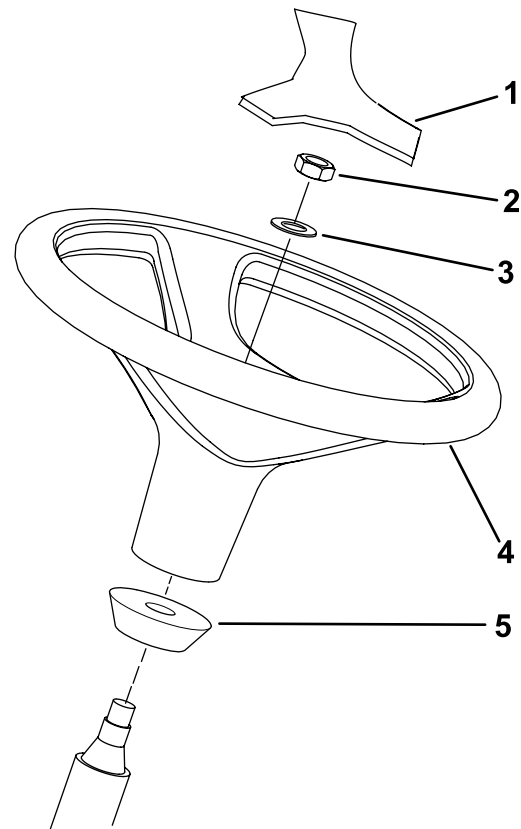

Figura 13
- Nota:** Accertatevi che il collare in schiuma rimanga sul piantone (Figura 13).
3. Collocate il volante e rondella sul piantone (Figura 13).
5. Montate il coperchietto sul volante (Figura 13).
1. Rimuovete il volante dal supporto per il trasporto (Figura 13).